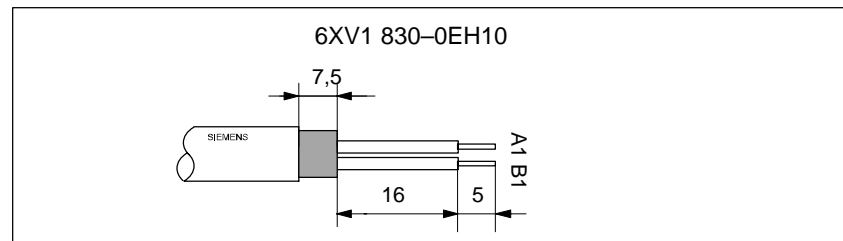

Bild 4-22 Länge der Abisolierungen für Busanschlußstecker (6ES7 972-0B.40 ...)
1. Isolieren Sie das Buskabel gemäß Bild 4-22 mit dem FastConnect Stripping Tools (Maßtabelle siehe Rückseite des Werkzeuges) ab.
3. Legen Sie die grüne und die rote Ader in den Schraub-Klemmenblock ein gemäß Bild 4-22.